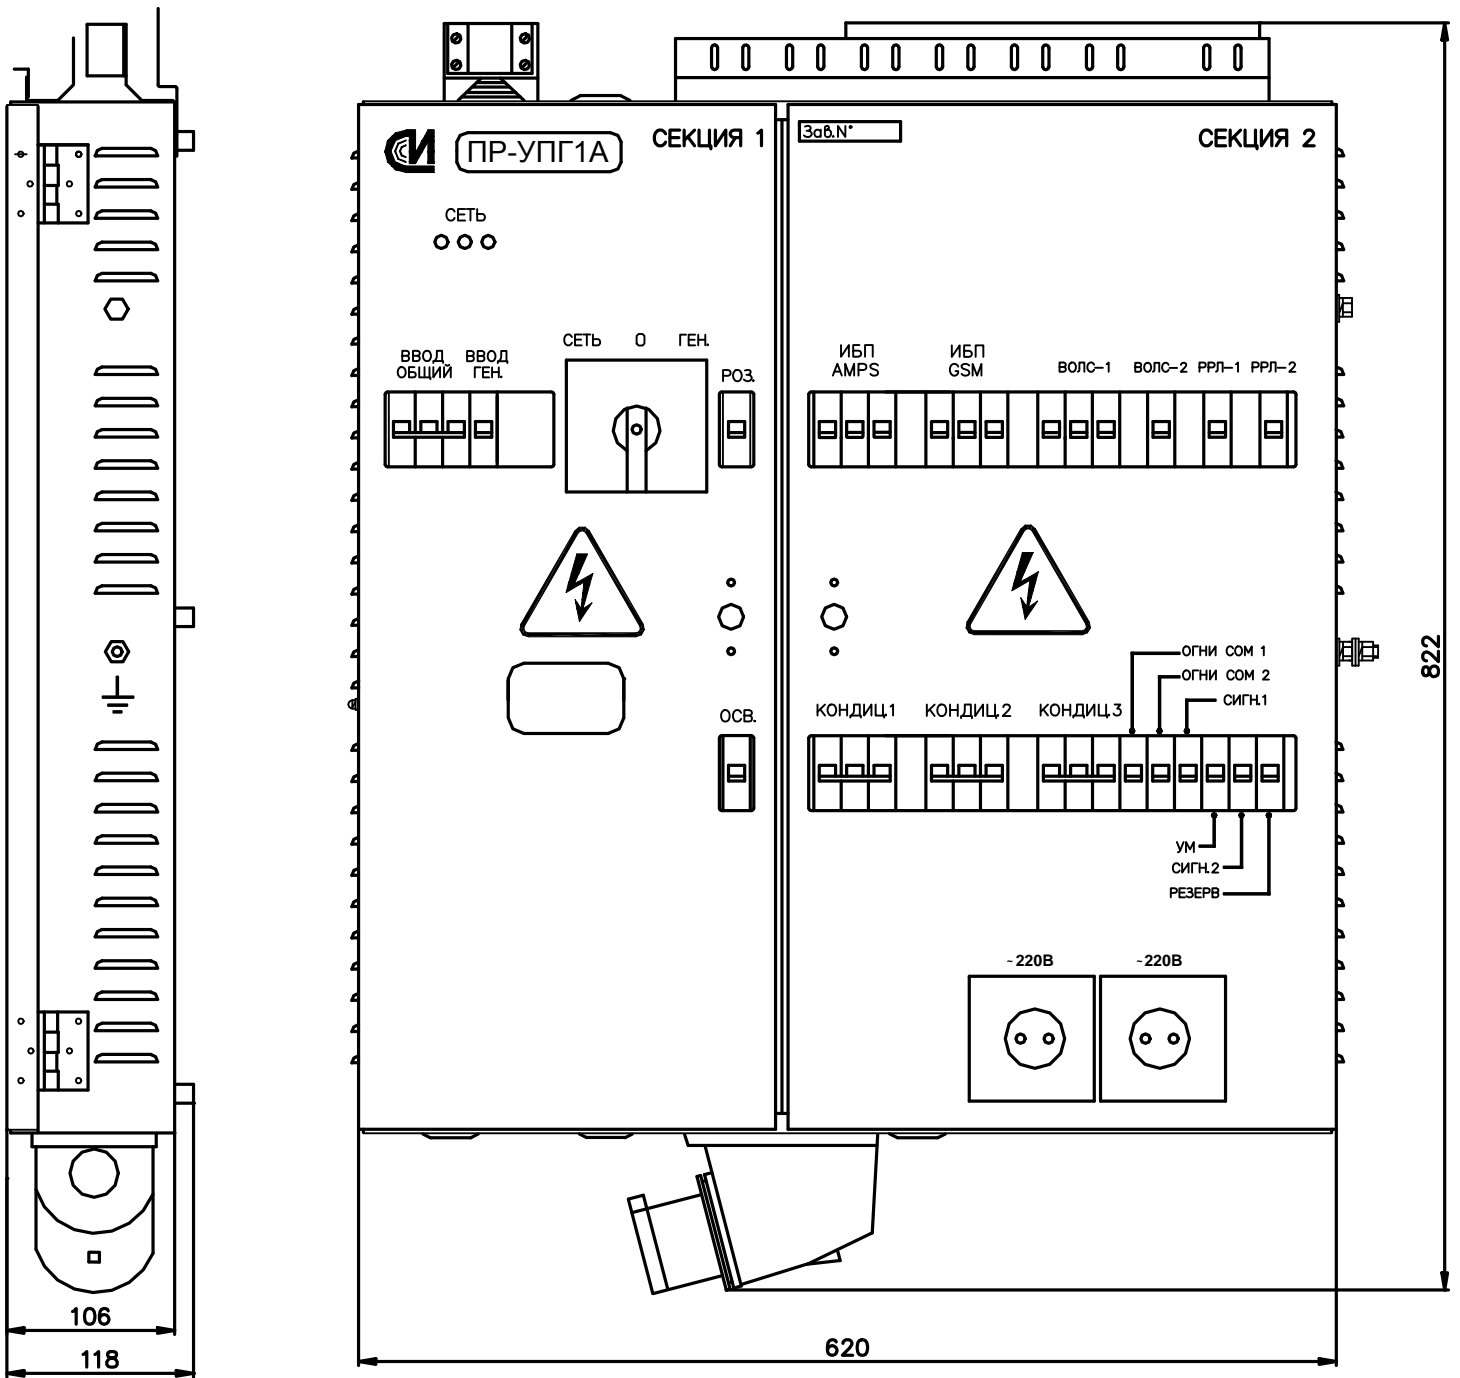

Рис. 1
2.4 Внешний вид и габаритно-присоединительные размеры указаны на рис.1.